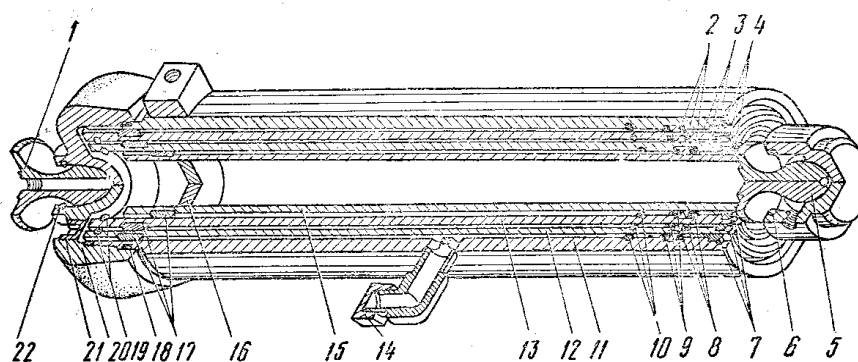

Рис. 19. Гидроцилиндр:
4.9.2. Гидроцилиндр (рис.19) телескопического типа трехступенчатый, закрепленный на двух шариковых опорах, предназначен для подъема платформы при разгрузке.